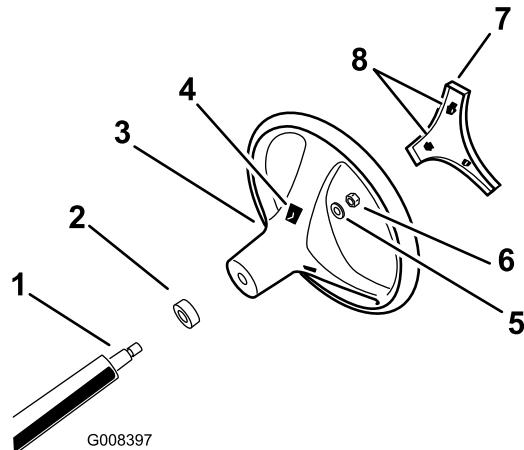

Figura 3
1. Através das aberturas na parte traseira do volante, liberte as patilhas de bloqueio da cobertura central e retire a cobertura do volante (Figura 3).
2. Retire a porca de bloqueio e a anilha do eixo da direção (Figura 3).
- Alinhe o volante com o eixo da direção (Figura 3).
- Monte a anilha e porca do eixo da direção (Figura 3).
- Alinhe as patilhas de bloqueio da cobertura central com as aberturas no volante e pressione a cobertura contra o volante até que as patilhas encaixem no sítio (Figura 3).